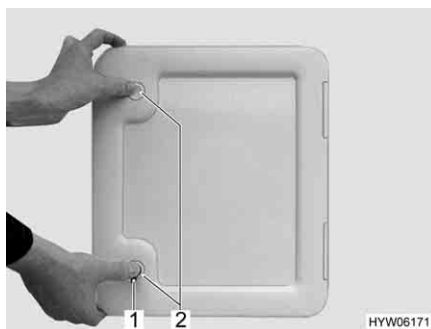

Fig. 30 Sportello per il serbatoio fecale
- Inserire la chiave nel cilindro della serratura a pressione (Fig. 30,1) e ruotare di un quarto di giro.
- Premere contemporaneamente con i pollici entrambe le serrature a pressione (Fig. 30,2) e aprire lo sportello del serbatoio fecale.
- Inserire la chiave nel cilindro della serratura (Fig. 30,1) e ruotare di un quarto di giro.